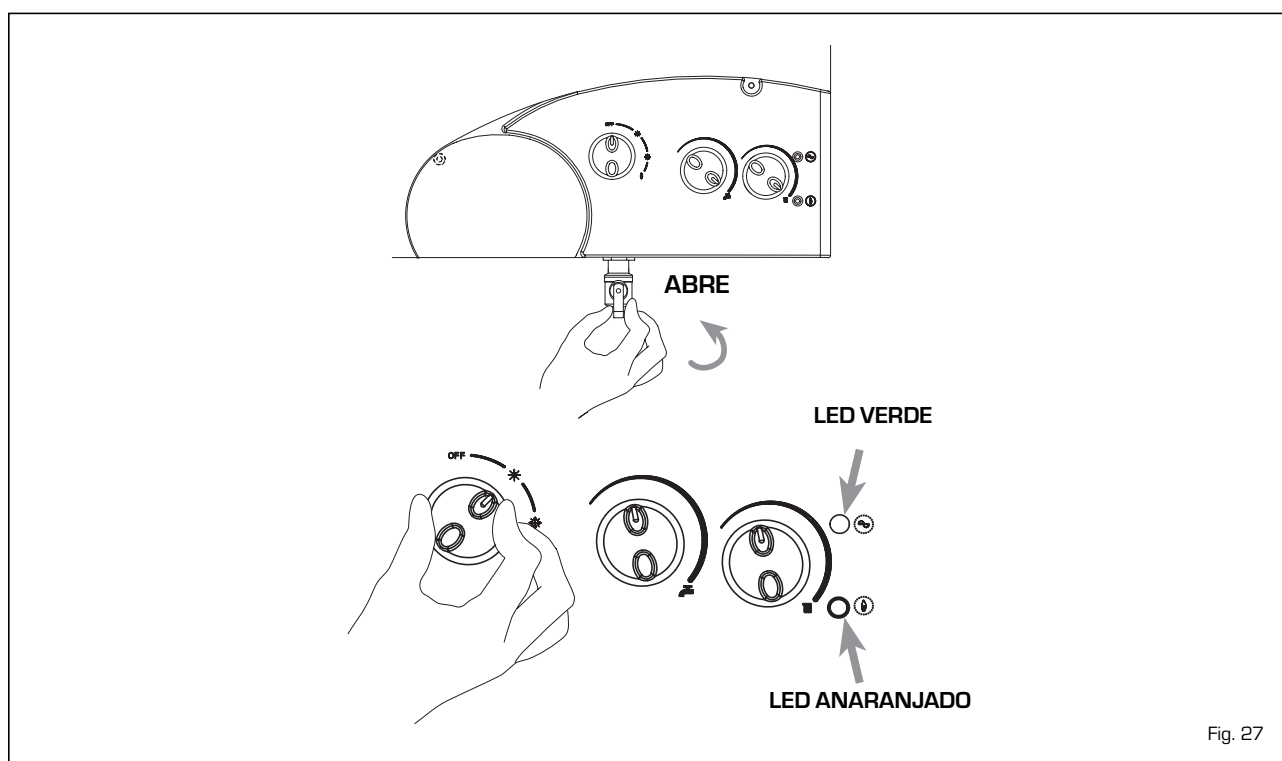

Fig. 27
### ENCENDIDO CALDERA (fig. 27)
**APAGADO CALDERA (fig. 27)**